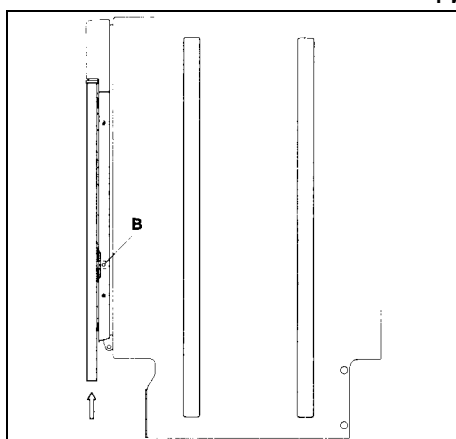

Рис. 18
- Прикрепите дверь мебели к дверце машины двумя винтами сквозь нижние металлические накладки. При необходимости снять дверь мебели с дверцы машины просто отверните эти винты (Рис. 18).